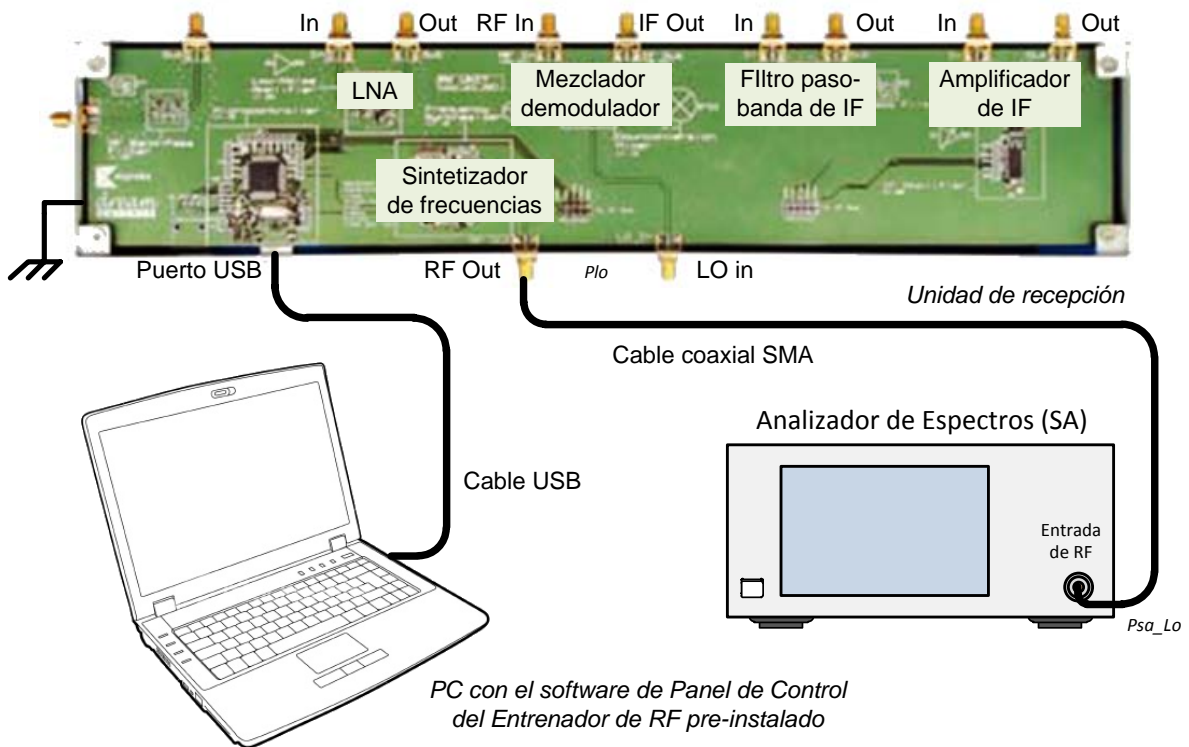

Figura 1 – Disposición General de los Equipos para Realizar Medidas en el Sintetizador de Frecuencias usando un Analizador de Espectros
1. Conecte el sintetizador de frecuencias directamente al analizador de espectros (SA), tal y como se muestra en la Figura 1.